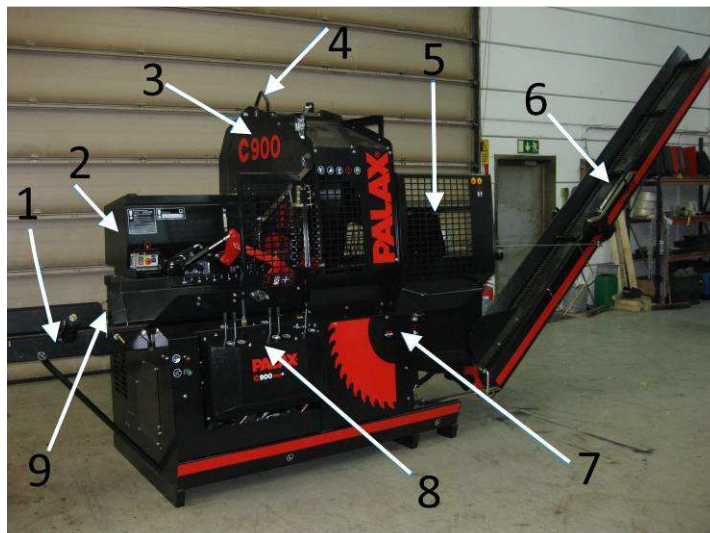

Bild 1.
2.4 Maskinens huvuddelar, bild 1.